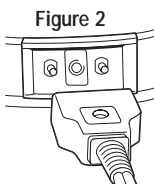

Figure 2
1. Attachez le connecteur magnétique du cordon SureRELEASE™ directement à la friteuse, **avant de brancher le cordon sur la prise de courant. (Voyez Figure 2).** Le connecteur magnétique ne s'adapte que d'une façon. Veillez à ce que « THIS SIDE UP » soit orienté vers le haut.